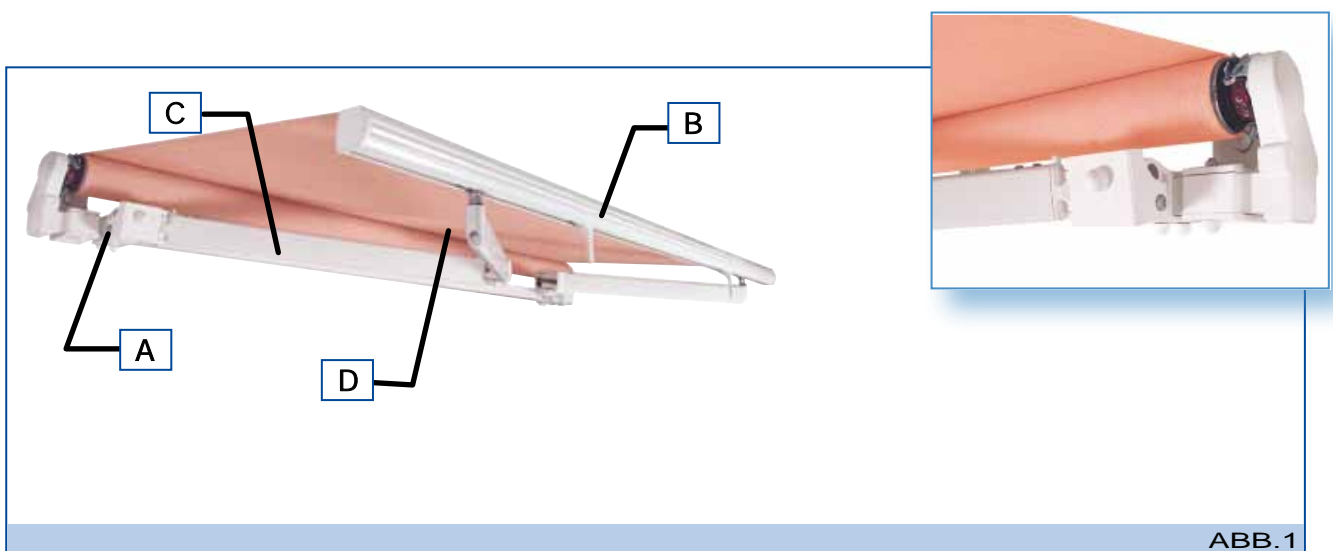

ABB. 1
- **Metallstruktur:** Die Metallstruktur ist der Tragrahmen und in seinem Innern befinden sich die verschiedenen Antriebe zum Ein- und Ausfahren der Markise. Die Metallstruktur setzt sich aus einem Tragrohr (A – Abb. 1), einer Fallstange (B–Abb.1), Gelenkarmen (C–Abb.1), die mit ummantelten Band oder einer Edelstahlkette ausgerüstet sind und einer Tuchwelle.
- **Tuch (D – Abb. 1):** Hat eine Abdeck- und Schutzfunktion der Markise.